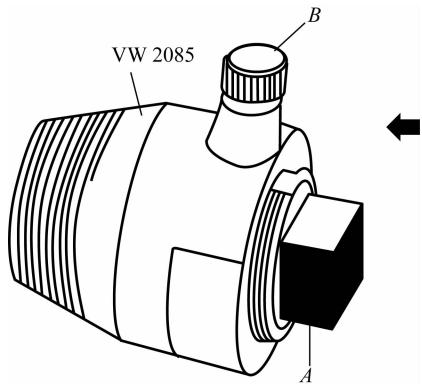

图 2-9 油封取出器
(1) 拆下 V 型带,再拆下正时齿带轮。
(2) 将油封取出器 VW2085 内件(见图 2-9)从外件中旋出 2 圈(约 2 mm),并用滚花螺钉(见图 2-9)锁紧。
(3) 旋出气缸螺栓 3083,将油封取出器 VW2085 旋进曲轴,拆出油封。
(4) 安装曲轴前油封时,在曲轴颈上套上导套,在油封外圈和唇边涂薄机油。
(5) 经导套推入压套,用压套和气缸螺栓将油封压入到底。